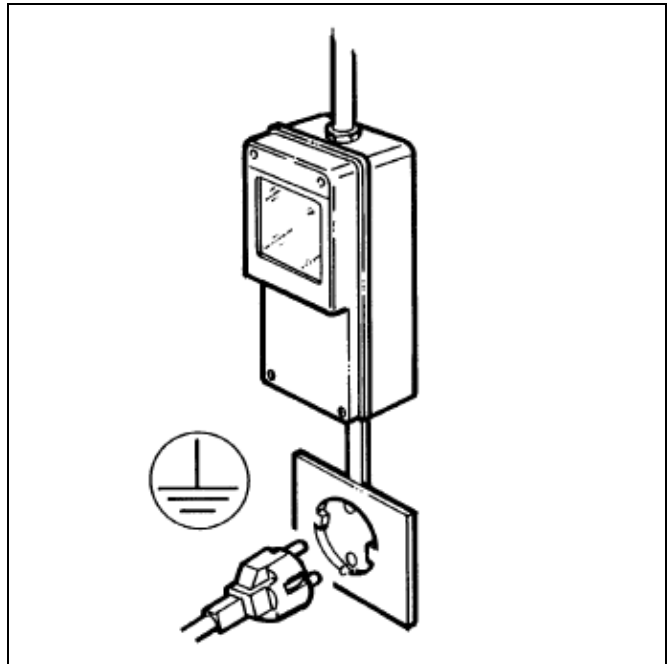

Fig. 3
- **Accertarsi che il collegamento sia effettuato ad un impianto dotato di un efficace messa a terra come previsto dalle vigenti normative di sicurezza (fig.3). Il costruttore non può essere quindi considerato responsabile per eventuali danni causati dalla mancata messa a terra dell' impianto.**
- **E' indispensabile, per una corretta e sicura installazione, predisporre un'apposita presa comandata da un interruttore magnetotermico con distanza d'apertura dei contatti uguale o superiore a 3mm, conforme alle vigenti normative nazionali di sicurezza (fig.3).**